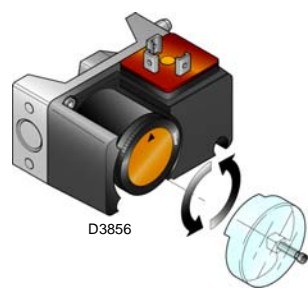

Fig. 22
- Regular el presostato gas de máxima (Fig. 22) al final de la escala.